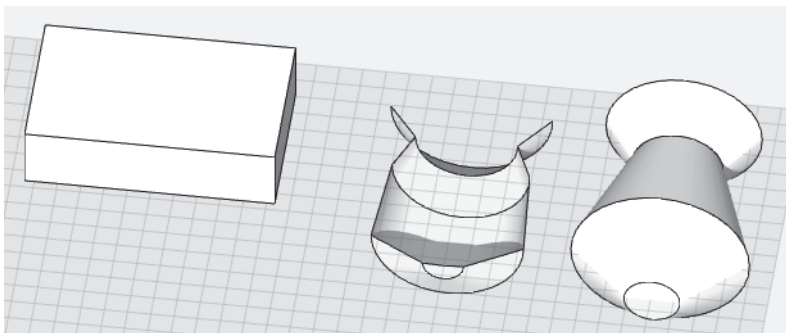

Abb. 4: Morphs über Quader und Rotation
- QUADER – erzeugt einen quaderförmigen Volumenkörper (Abbildung 4).
- ROTATION – Sie konstruieren zuerst eine *Kontur* und definieren danach eine *Rotationsachse* über zwei Punkte. Am Schluss geben Sie einen *Rotationswinkel* ein. Wenn die Kontur offen ist, entsteht eine Rotationsfläche, aus einer geschlossenen Kontur ergibt sich ein Volumenkörper (Abbildung 4).